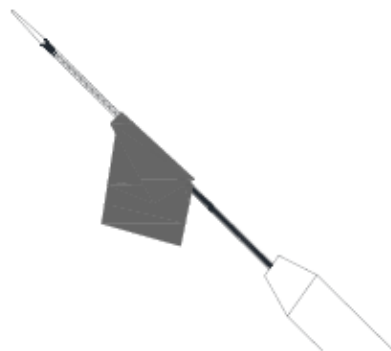

Figura 7 Limpie la vaina con solución salina heparinizada estéril.
- La superficie exterior de la vaina del sistema de colocación se limpió con solución salina heparinizada estéril para activar el revestimiento hidrófilo de la vaina, como se muestra en la Figura 7.